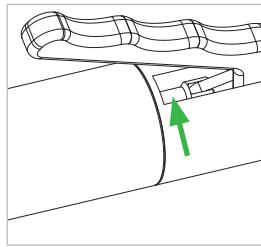

Figure 14
- ▶ Vaporisez brièvement une fois le lubrifiant avec le petit tube sur la broche d'actionnement (Pos. 3) (*Figure 14*).